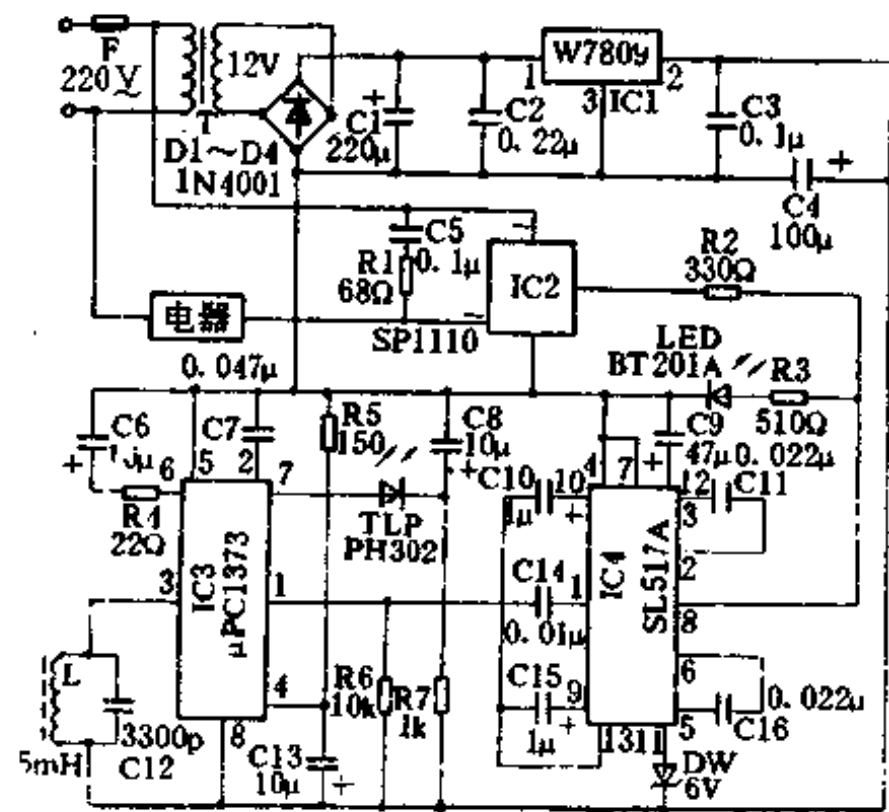

图1-167
图1-167为红外遥控接收及控制电路。IC2是一种固态交流继电器,只要在控制输入端加上高电平,就能使交流输出端开通。IC3为红外线接收预放大器 μ PC1373,其内部主要由高增益前置放大、检波、输出缓冲等电路组成。电感L和电容C12组成谐振选频回路。IC4是一种专用声控集成电路,主要由信号接收放大器、延时整形器、选频器和输出驱动器5部分组成。当红外接收管TLP接收到40kHz的红外调制信号,并且该信号与谐振选频回路的频率相同时,IC3的①脚由高电平变为低电平。这时,负脉冲信号经电容C14直接加到IC4的信号输入端①脚上进行放大,然后信号从IC4的⑬脚输出,经电容C10和C15耦合至⑨和⑩脚上,去触发内部的双稳态电路翻转,使得⑧脚输出高电平,则IC2开通,故家用电器通电工作。由图1-167不难看出,每按动一次发射器的开关S,接收器中IC3输出端①脚和IC4输出端⑧脚的工作状态将改变一次,从而控制IC2的导通与截止,故使电器的电源开关得到控制。